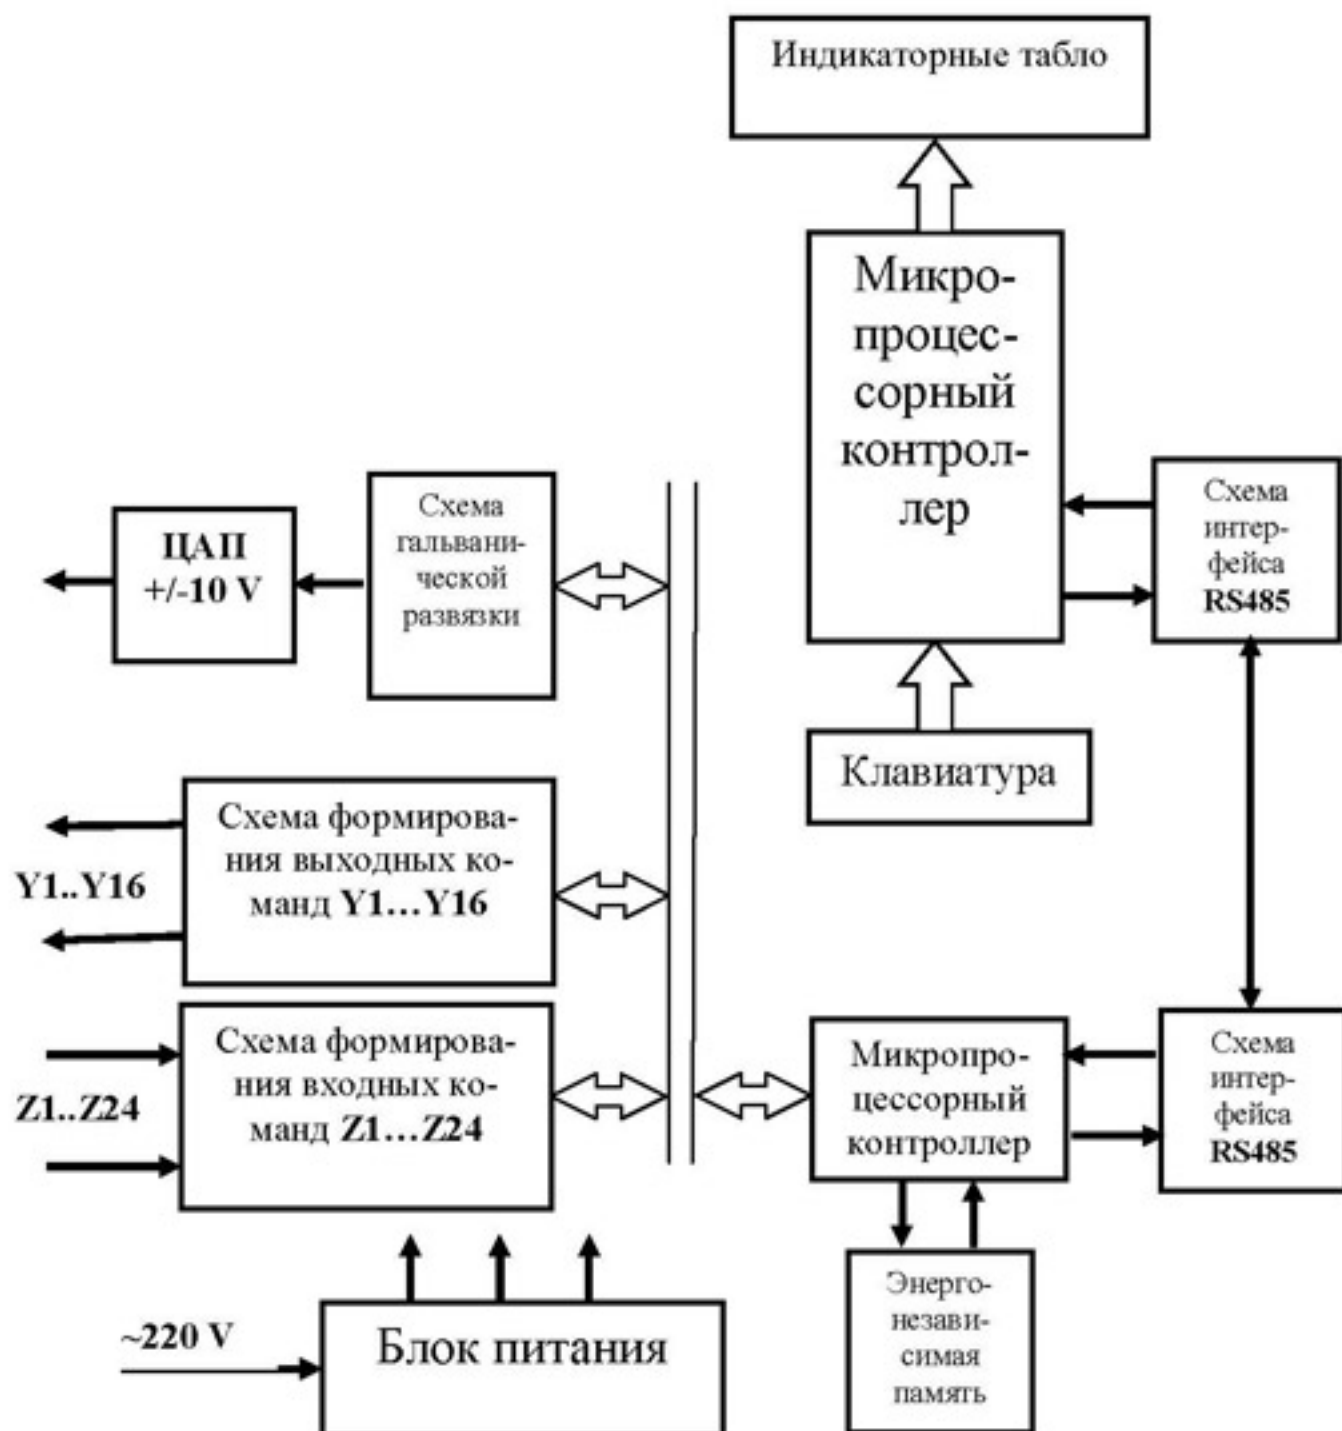

Рис.3.5
3.5. Аппаратно-функциональная архитектура УЦИ представлена на рис.3.5.